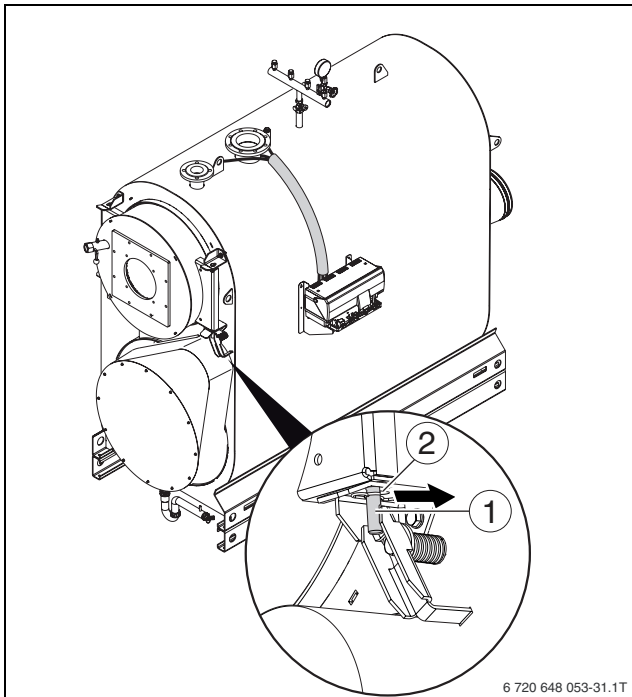

Рис. 14 Удаление шплинта
- ▶ Затяните пружину винтом с внутренним шестигранником так, чтобы между коромыслом и шарнирной осью образовался зазор (→ рис. 14, стр. 29).
- ▶ Выньте вверх шарнирную ось (→ рис. 14, [1]) из отверстия шарнира.
- ▶ Вставьте шплинт под нижним кронштейном двери в шарнирную ось (→ рис. 14).